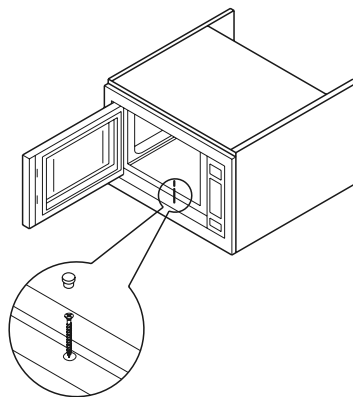

Рис. 3
- Откройте дверцу и закрепите микроволновую печь через крепежное отверстие в нижней части рамки, используя шуруп ( $\text{Ø}4 \times 45$ ) мм. Затем установите заглушку (см. рис. 3).